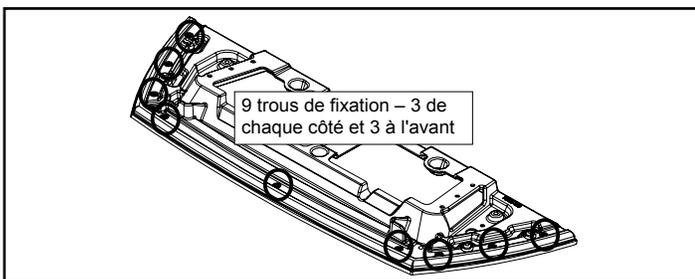

Figure 19.2
- Ouvrez la porte et fixez le support d'âtre au foyer encastré. Il y a 9 trous de montage. **Figure 19.2 à la p. 19**